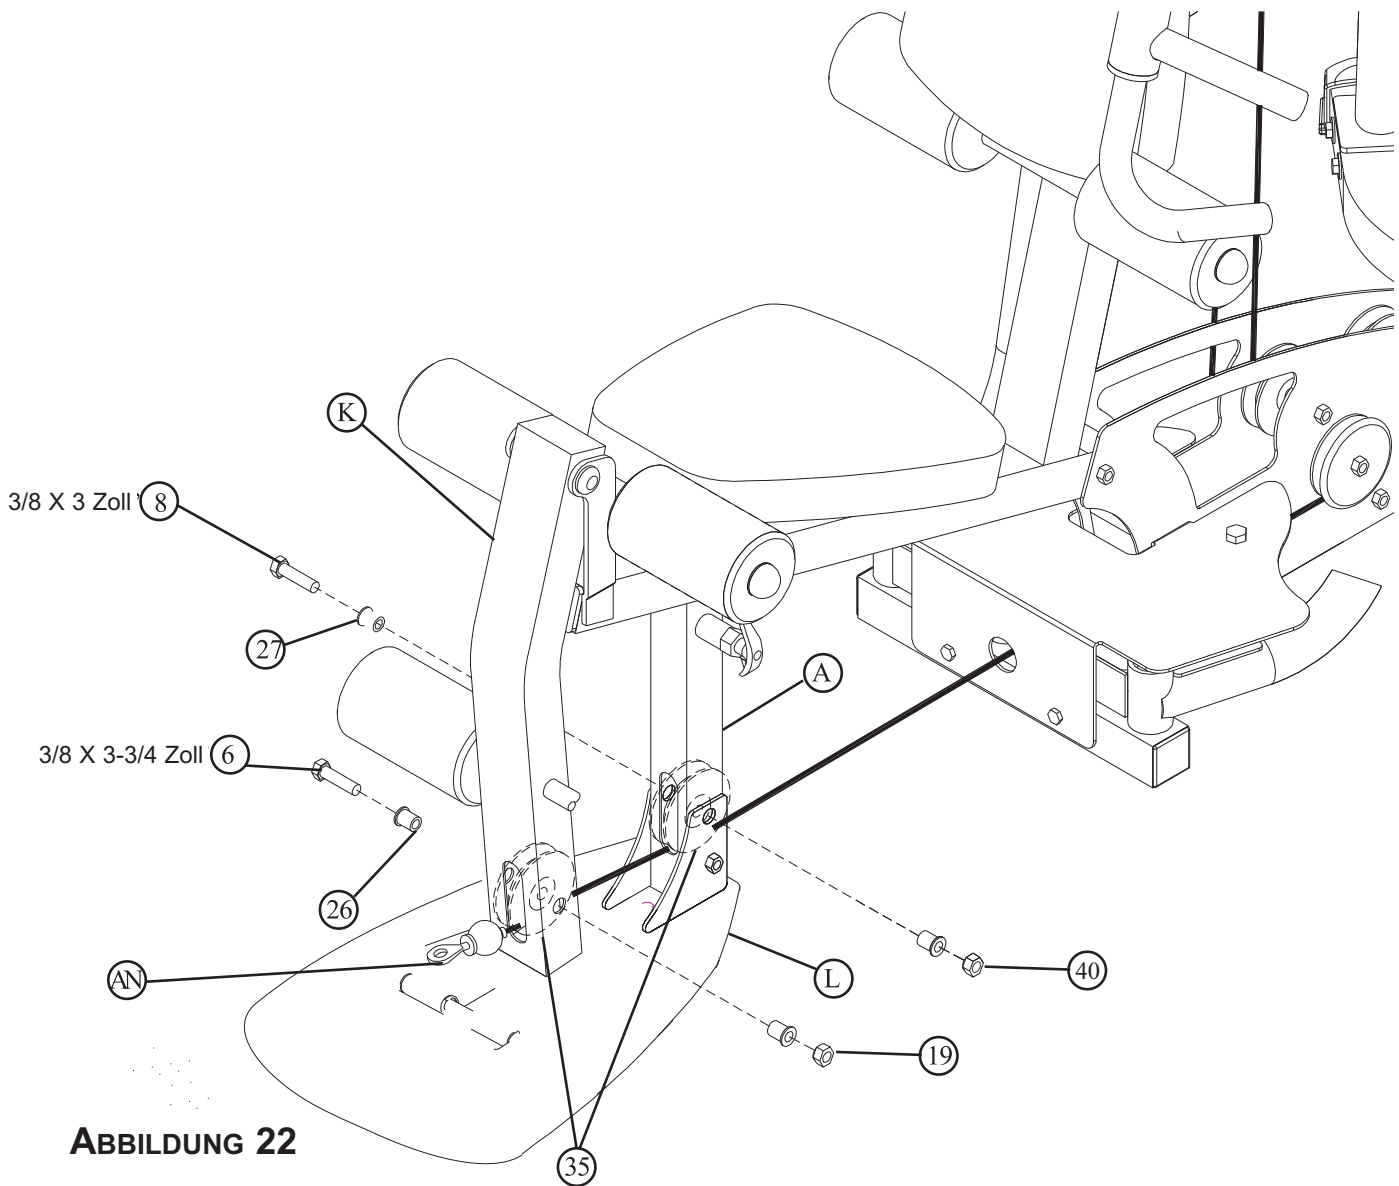

**ABBILDUNG 21**
- Den UNTEREN SEILZUG (AN) um eine 89 mm (3-1/2 Zoll) SEILSCHEIBE (35) führen und die SEILSCHEIBE mit einer 3/8 X 1-3/4 Zoll SCHRAUBE (11) und einer SILBERNEN 3/8 Zoll SICHERUNGSMUTTER (19) wie in ABBILDUNG 21 gezeigt an der SEILSCHEIBENHALTERUNG (Z) anbringen.
- Den UNTEREN SEILZUG (AN) durch die GRUNDPLATTEN (C) führen und eine 89 mm (3-1/2 Zoll) SEILSCHEIBE (35) mit einer 3/8 X 3-3/4 Zoll SCHRAUBE (6), zwei 1 Zoll ABSTANDSSTÜCKEN (24) und einer SILBERNEN 3/8 Zoll SICHERUNGSMUTTER (19) an den GRUNDPLATTEN (C) montieren. Siehe ABBILDUNG 21.
- Die LINKE VERKLEIDUNG (1) und die RECHTE VERKLEIDUNG (2) mit acht 3/8 X 1 Zoll RUNDKOPFSCHRAUBEN (5) und acht SCHWARZEN 3/8 Zoll SAE UNTERLEGSCHIEBEN (6) wie in ABBILDUNG 21 gezeigt FEST an die OBERE (3) und UNTERE (4) VERKLEIDUNGSHALTERUNG montieren.